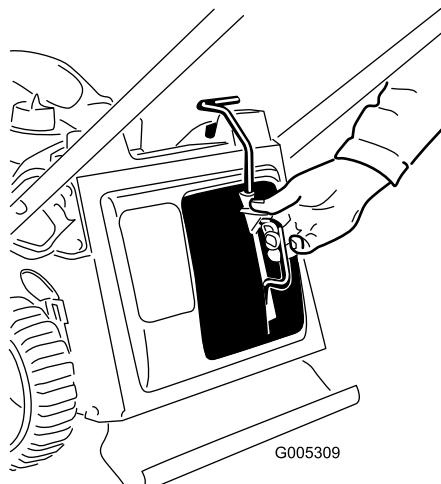

Figure 19
3. Serrez fermement le bouton de la partie supérieure du guidon (Figure 19).